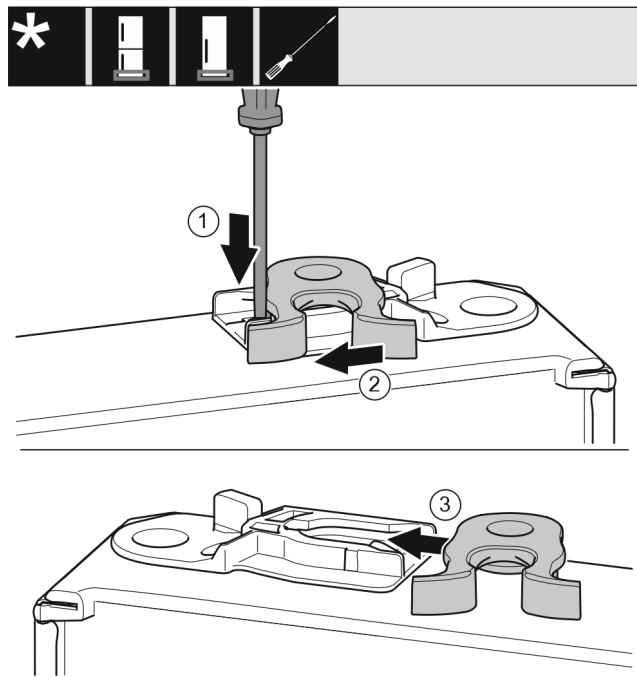

Fig. 21
- ▶ Plochým šroubovákem přitlačte lamelu Fig. 21 (1) dolů.
- ▶ Vytáhněte petlici Fig. 21 (2) z vedení.
- ▶ Petlici Fig. 21 (3) zasuňte do vedení na druhé straně.